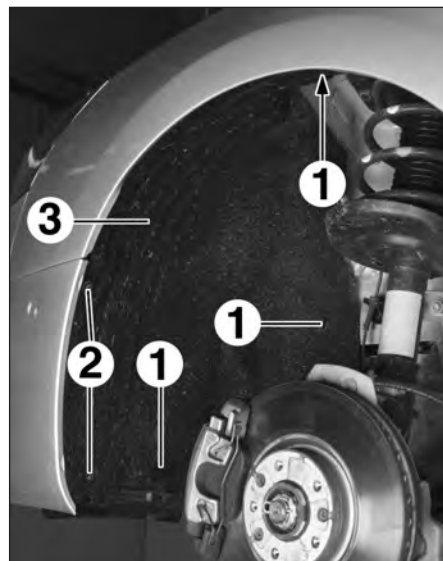

FIG.142
- les agrafes (1) (Fig.142),
- les vis (2),
- la partie avant du pare-boue (3),